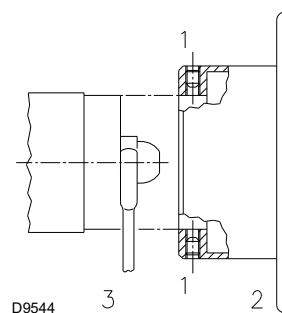

Fig. 20
- fijarla con la llave a través del orificio central del disco de estabilidad de la llama o aflojar los tornillos 1)(Fig. 20);